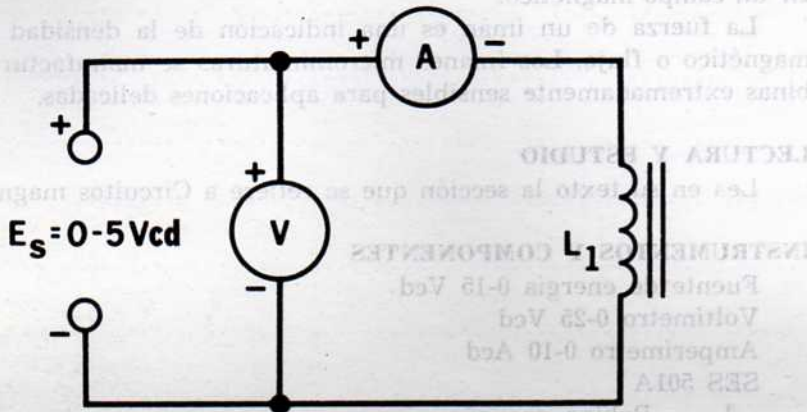

Fig. 23-1
Forme el circuito de la Fig. 23-1 y aplique 0.5 V al electroimán.
6. Sujete la montura de la bobina, el espaciador roscado y la varilla de soporte, a la placa de base. Suspnda el núcleo largo de hierro de la varilla de soporte, como se muestra en la fotografía. Coloque la bobina pequeña en la montura, e inserte en ella el núcleo corto de hierro. Mueva cuidadosamente el núcleo corto hasta que se encuentre 12 mm afuera del núcleo largo de hierro vertical y fíjelo en esa posición. Conecte la bobina pequeña a la fuente de energía como se indica en la Fig. 23-1.